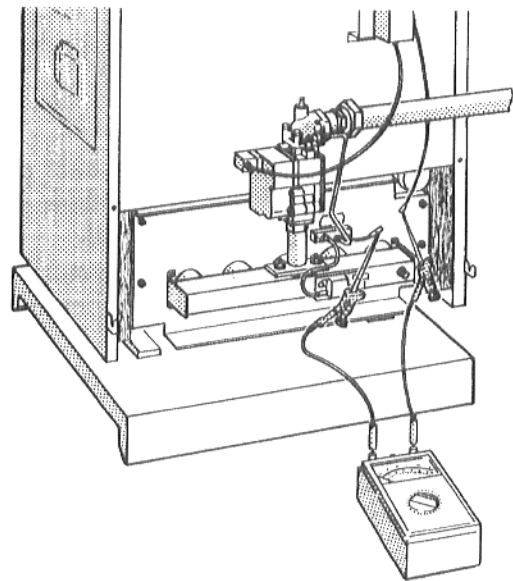

Abb. 24: Ionisationsstrom messen
- Meßgerät an Überwachungskabel und Überwachungselektrode in Reihe anschließen (Abb. 24). Am Meßgerät den μA -Gleichstrombereich wählen.